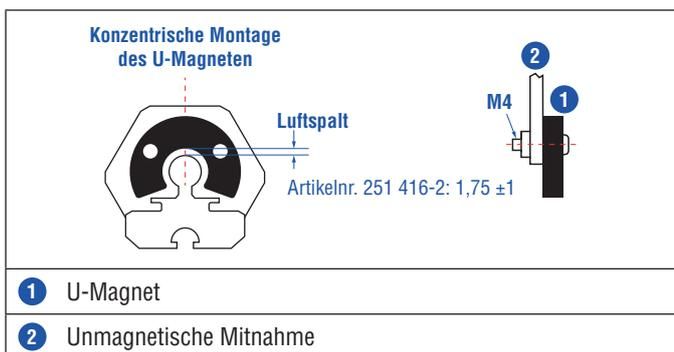
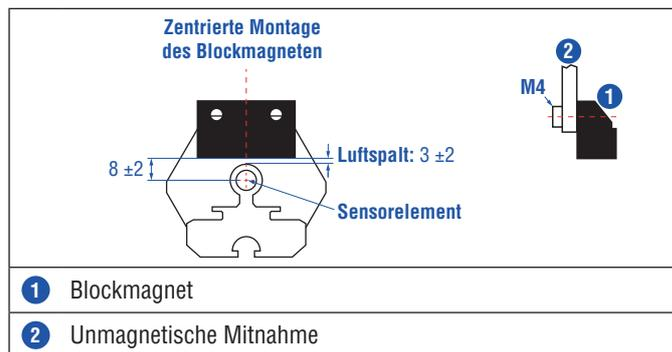

Abb. 13: Montage U-Magnet (Artikelnr. 251 416-2)
Abb. 14: Montage Blockmagnet (Artikelnr. 403 448)
- Montieren Sie Blockmagnete zentriert über dem Messstab oder dem Sensorprofil. Maximal zulässigen Luftspalt nicht überschreiten (Abb. 13/Abb. 14). Installieren Sie den Sensor so, dass der Sensorstab/das Sensorprofil parallel zur Bewegungsrichtung des Magneten ausgerichtet ist. Damit vermeiden Sie Beschädigungen an Magnetmitnahme, Magnet und Sensorstab/Sensorprofil.